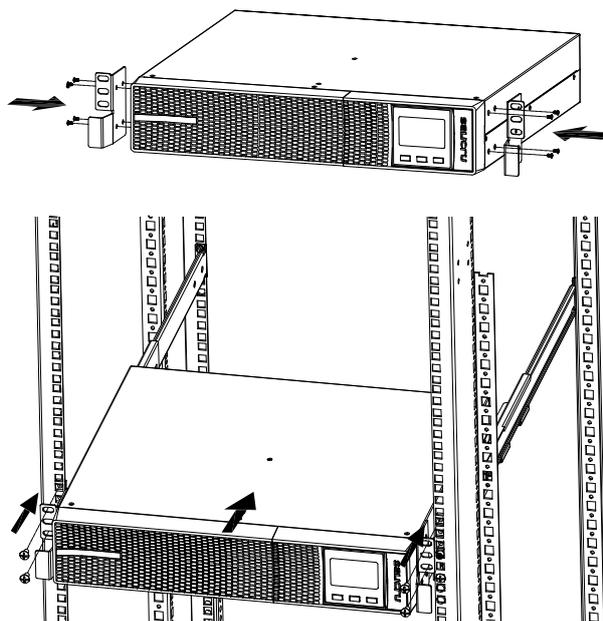

Fig. 4. Montage type rack en armoire 19".
- Les Fig. 4 à Fig. 8 montrent, à titre d'exemple, les graphiques d'un équipement ou de ce dernier avec son module de batteries. Ces illustrations sont d'une aide et d'une orientation dans les étapes à suivre et ne visent en aucun cas à particulariser les instructions à un seul modèle, bien que dans la pratique les actions à effectuer soient toujours les mêmes pour toutes.
- Procédez de la manière suivante (voir Fig. 4) :